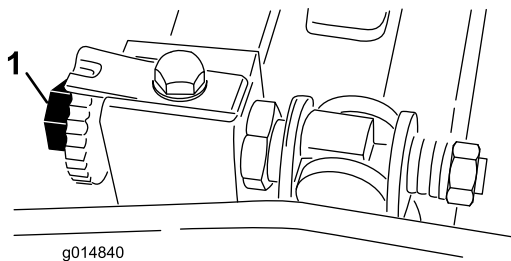

Figura 49
2. Asegúrese de eliminar el contacto con el molinete girando los tornillos de ajuste de la barra de asiento en el sentido contrario a las agujas del reloj (Figura 49).
sentido de las agujas del reloj el tornillo de ajuste de la barra de asiento (en el mismo extremo del molinete), un clic a la vez, hasta que el papel quede ligeramente aprisionado cuando se inserta desde delante, paralelo a la contracuchilla, produciendo una ligera resistencia al tirar del papel (Figura 49).